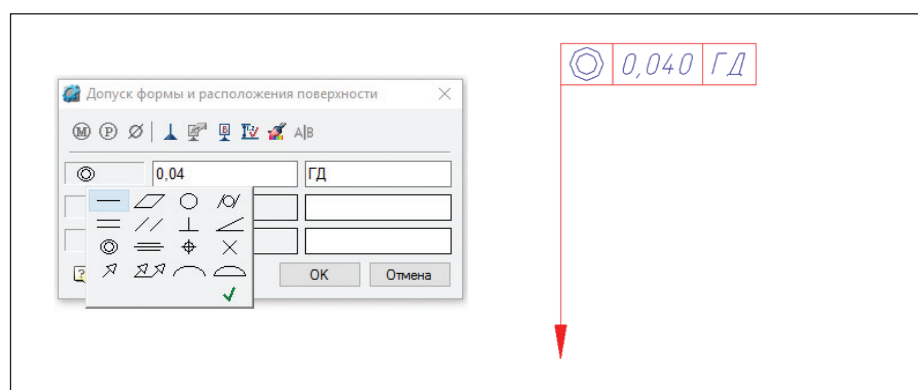

Рис. 4. Окно обозначения допусков формы и расположения поверхности, пример отображения на чертеже
- допуски формы и расположения, обозначения баз (рис. 4). В окне можно выбрать тип допуска (прямолинейность, параллельность, перпендикулярность и т.д.), установить связь с размерами. Добавить спецсимволы, обозначающие зависимый допуск, выступающее поле допуска;